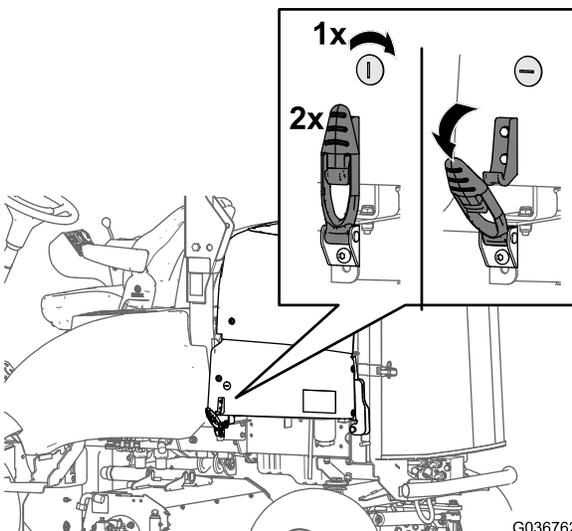

図 4
2. バッテリーのマイナスケーブルをバッテリー端子に取り付ける(図 4)。
1. フードラッチ2個をラッチのキャッチから外す 図 4。